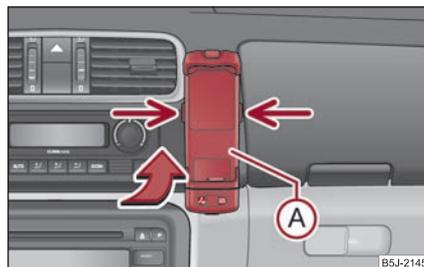

Abb. 133 Universale Vorbereitung für das Telefon
- Schieben Sie zuerst den Adapter **(A)** in Pfeilrichtung ⇒ **Abb. 133** bis zum Anschlag in den Halter. Drücken Sie den Adapter leicht nach unten, bis er sicher einrastet.
- Drücken Sie gleichzeitig die seitlichen Verriegelungen des Halters und nehmen das Telefon mit Adapter heraus ⇒ **Abb. 133**.